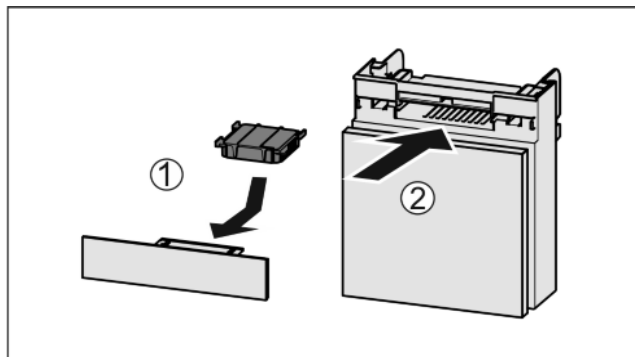

Fig. 42
- ▶ Установите фильтр с активированным углем, как показано на рисунке Fig. 42 (1).
- ▶ Вставьте отделение Fig. 42 (2).